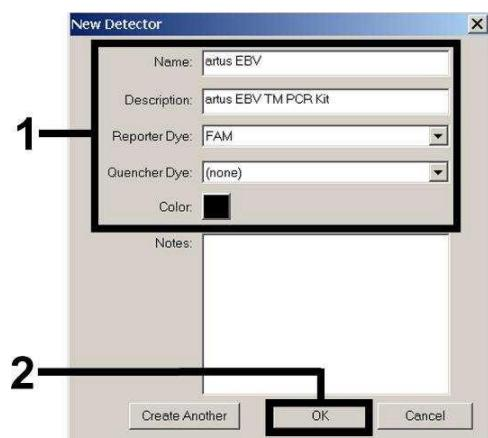
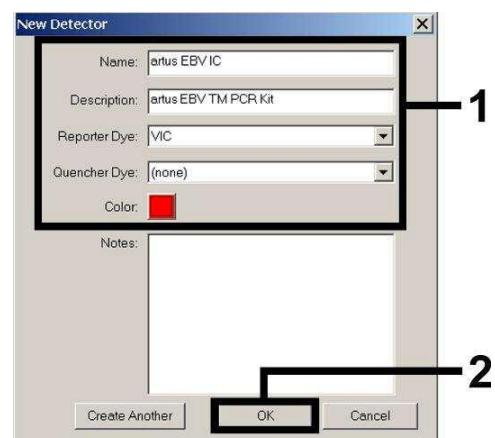
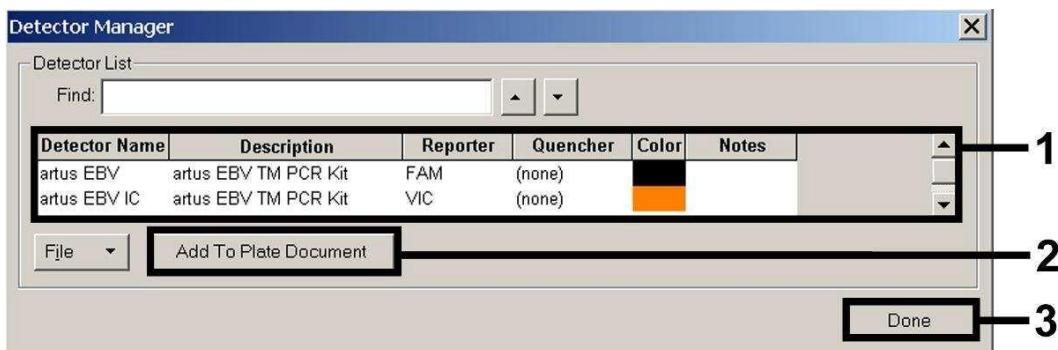

Fig. 4: Criação do detector específico do EBV (Detector Manager).
Fig. 5: Criação do detector específico do Controlo interno (Detector Manager).
Fig. 6: Selecção dos detectores (Detector Manager).
Para a detecção de ADN do EBV, defina na janela que agora aparece (de acordo com a Fig. 4 e a Fig. 5) a combinação de Reporter/Quencher **FAM/none** e, para a detecção do *Controlo interno*, seleccione a combinação **VIC/none**. Ao confirmar as definições (OK), retornará ao *Detector Manager*. Marque os detectores que acabaram de ser criados e transfira cada selecção para *Well Inspector*, seleccionando na opção *Add to Plate Document* (ver Fig. 6). Feche a janela (Done).